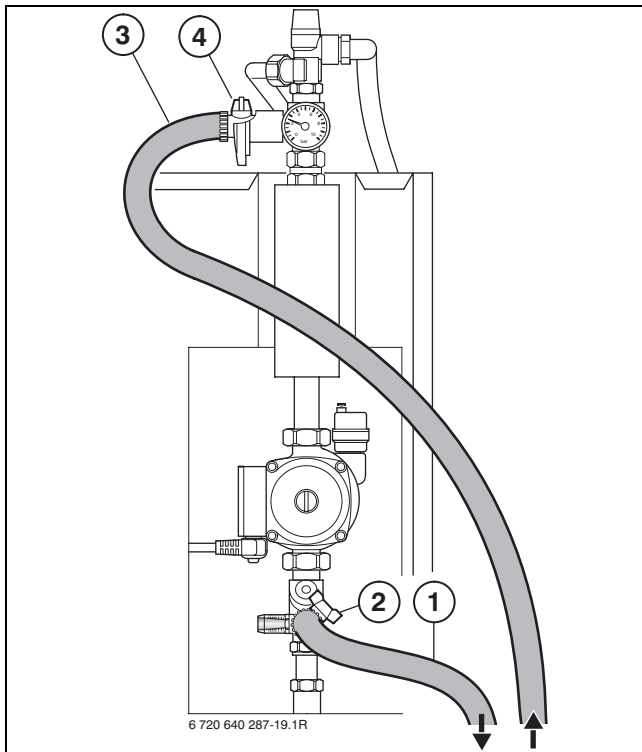

Fig. 15
- 4 Bomba solar (SP)
- ▶ Cierre la llave de paso inferior (→ fig. 15, [2], pág. 16).
- ▶ Cuando se haya alcanzado la presión de funcionamiento, cierre la llave de paso superior (→ fig. 15, [4]).